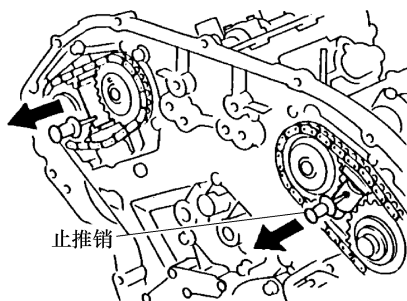

图 3-118 拆下凸轮轴张紧器止推销
9) 拆下左右凸轮轴张紧器止推销, 如图 3-118 所示。